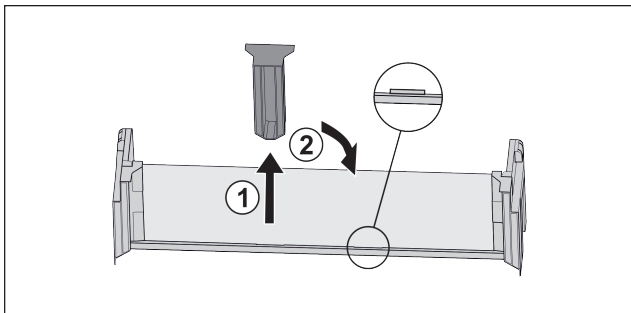

Fig. 90
- Estrarre l'elemento di supporto centrale Fig. 90 (1).
- Inserire l'elemento di supporto centrale sulla seconda posizione Fig. 90 (2).